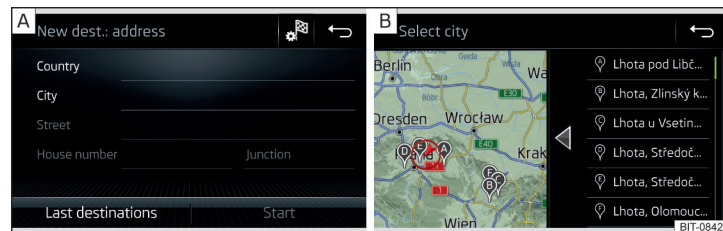

Fig. 218 Introducerea destinației prin intermediul adresei: Meniul principal/lista localităților căutate
- Introduceți adresa de destinație și apoi confirmați » fig. 218 - **A**.
În funcție de numărul de locații căutate, se poate afișa automat o hartă cu o listă a locațiilor căutate » fig. 218 - **B**.